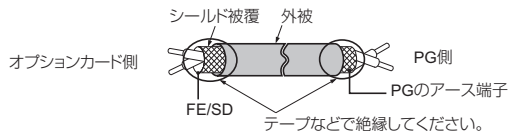

図 16 シールド線の末端処理
4. 図 16 を参考に電線の末端を処理してください。配線時の締め付けトルクについては、「電線サイズと締め付けトルク」(31 ページ) を参照してください。すべての電線が確実に固定されているか、電線の被覆が端子台の挿入部に噛み込んでいないかを確認してください。また、はみ出した心線はすべて切断してください。